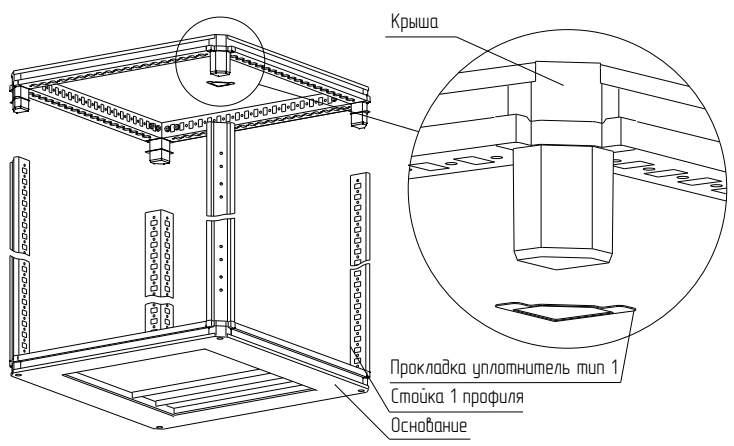

Рисунок 2
4.1.5 Вставьте угловые элементы крыши в «Стойки 1 профиля», придерживая прокладки на угловых элементах (Рисунок 2).